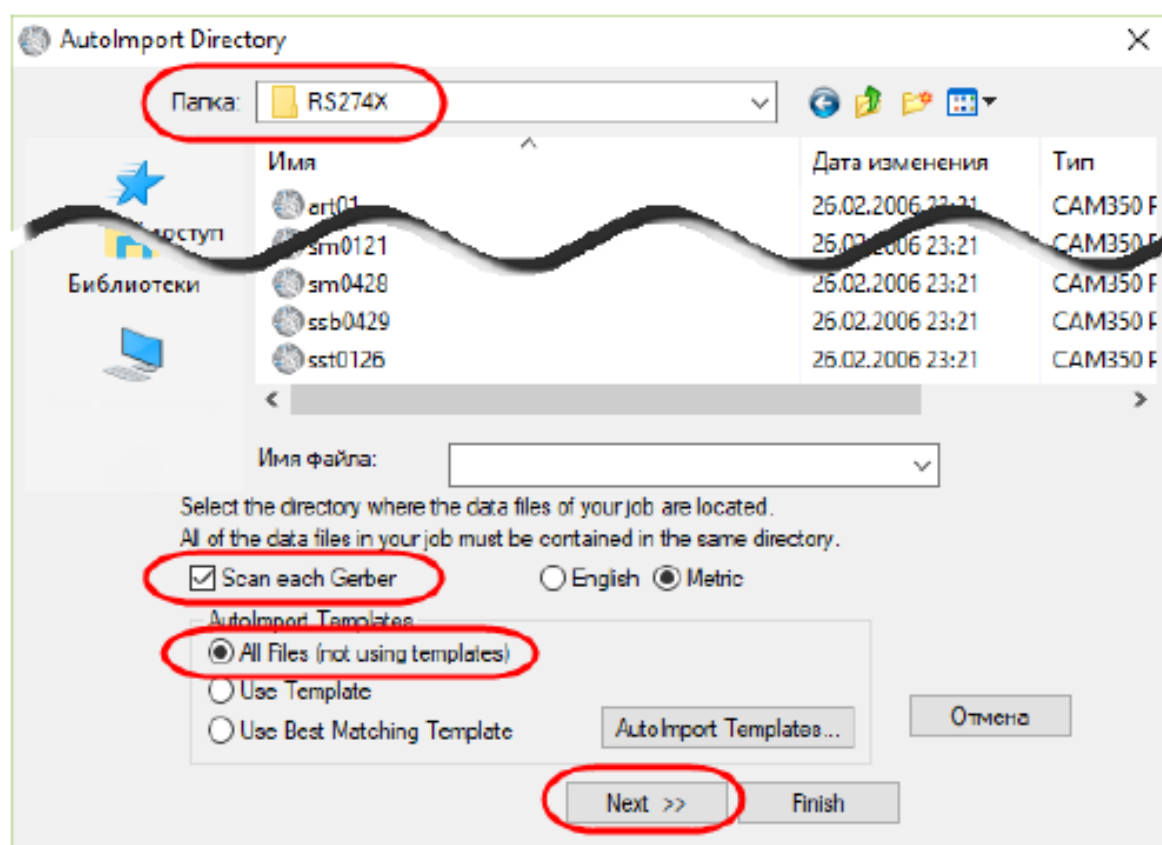

Рис. 13.1 Выбор папки для автоимпорта
2. Активируйте команду **File | Import | AutoImport** (Файл | Импорт | Автоимпорт) и укажите в качестве рабочей папки папку **RS274X**, расположенную в директории **Demos** папки с программой САМ350 (рис. 13.1).